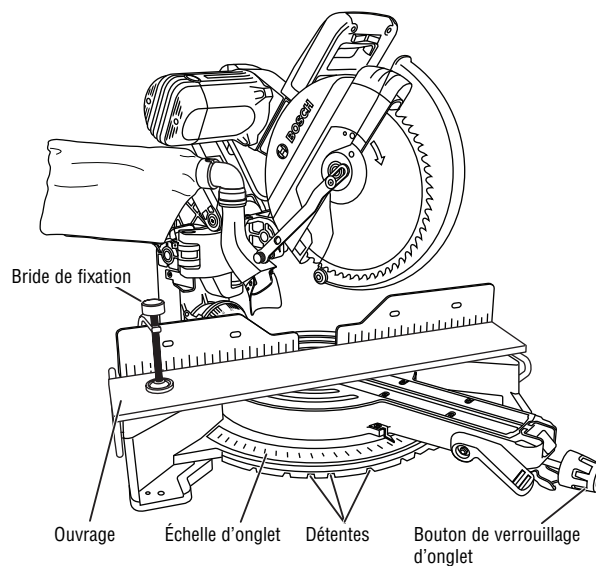

Figure 47. Coupe d'onglet
2. Desserrez le bouton de verrouillage d'onglet. Soulevez le levier de détente d'onglet et déplacez la scie jusqu'à l'angle désiré en utilisant soit les détentes, soit l'échelle d'onglet. Serrez ensuite le bouton de verrouillage d'onglet (voir Figure 47).